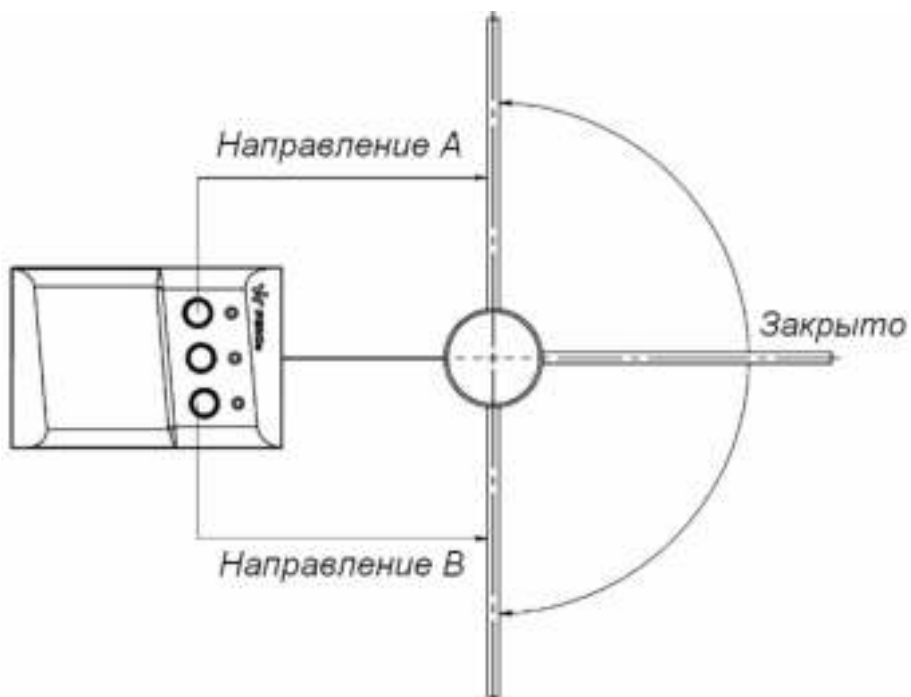

Рисунок 5. Стандартная ориентация ПДУ относительно направления раскрытия створки калитки
- **FireAlarmDir** – разъем предназначен для выбора направления открытия калитки при подаче сигнала аварийной разблокировки **Fire Alarm**. При установленной переключке створка открывается в направлении А (см. рис. 5), при снятой в направлении В. При поставке переключатель установлен.
Стандартная ориентация ПДУ относительно направления раскрытия створки калитки показана на рис. 5. При необходимости ориентация ПДУ может быть изменена, для этого в схему подключения ПДУ, указанную на рис. 11, необходимо внести изменения в подключении проводов кабеля ПДУ к контактам клеммной колодки **XТ2** в соответствии с табл. 2.